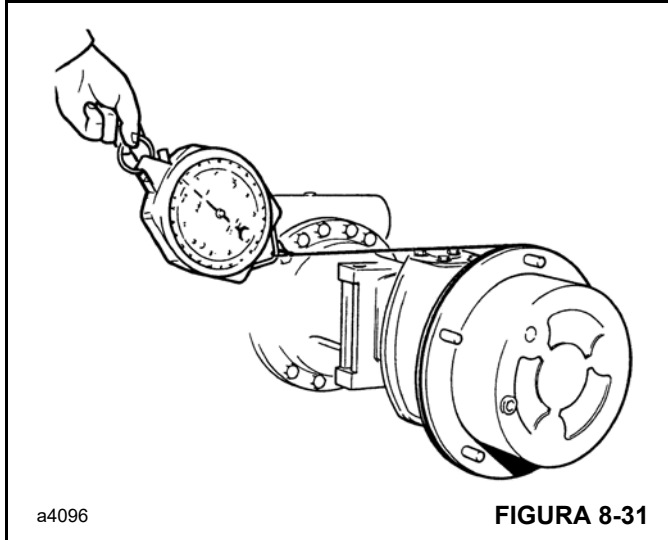

FIGURA 8-31
- a. Use una balanza de resorte y un cordón enrollado alrededor de la brida del portaplanetarios. Figura 8-31 Tire de la balanza de resorte de manera que el cubo gire; haga esto varias veces para asentar el sello y registre la indicación.